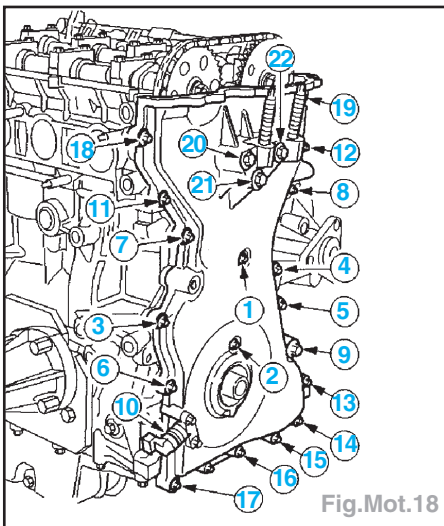

Fig.Mot.18
- Poser le couvercle de distribution et serrer les vis dans l'ordre indiqué (Fig.Mot.18) :